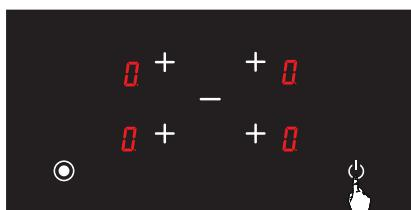

Рис. 21
2. Нажмите кнопку, чтобы включить варочную панель **⊕** (см. Рис. 21).